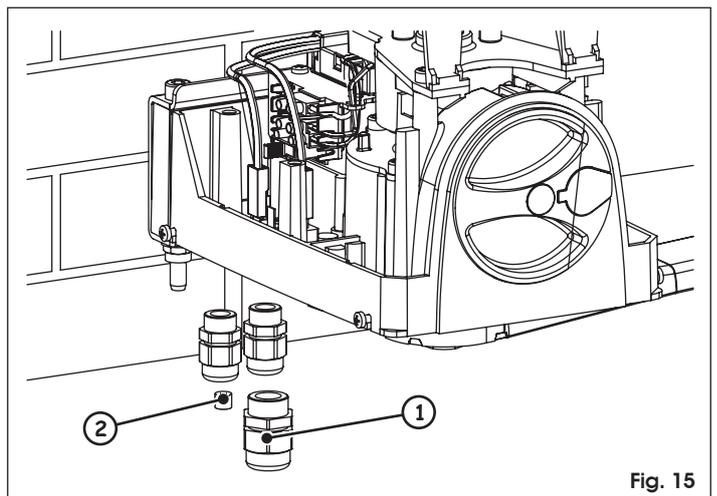

Fig. 15
1. Monter les trois passe-câbles fournis avec les écrous de fixation spécifiques (Fig. 15).
👉 Le passe-câble de plus grande dimension (Fig. 15 réf. ①) doit toujours être utilisé.
👉 Si l'on n'utilise pas les deux autres passe-câbles, les fermer avec les bouchons fournis (Fig. 15 réf. ②). Introduire le bouchon en plastique dans le trou de passage du câble et fermer le passe-câble jusqu'à son blocage.